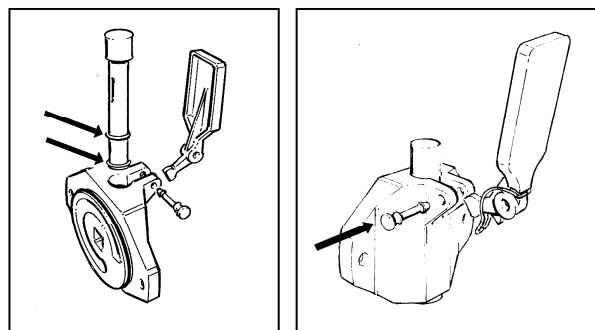

Fig. 29
- Dopo aver rimontato le guarnizioni di tenuta sul pistone ed averle opportunamente lubrificate (fig.29), inserire lo stesso all'interno della sua sede nella flangia, montare la leva di erogazione insieme alla sua molla e ripristinare il loro collegamento con il perno di fissaggio (fig.29).